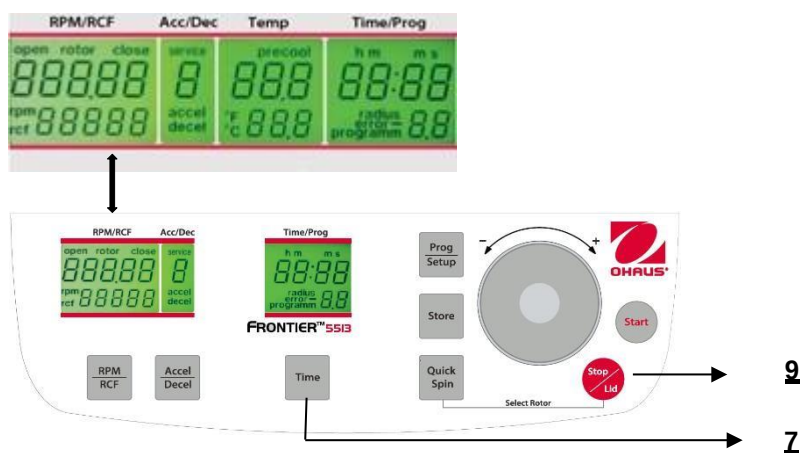

Figura. 28
Cuando la centrífuga está apagada, presione al mismo tiempo los botones **"Time"**(7) y **"Stop/Lid "** (9) y encienda el interruptor principal de la centrífuga. Ahora suelte ambos botones y como resultado se ejecuta una prueba de pantalla durante aproximadamente 5 segundos. Todos los indicadores aparecerán al mismo tiempo (vea la Figura 28).